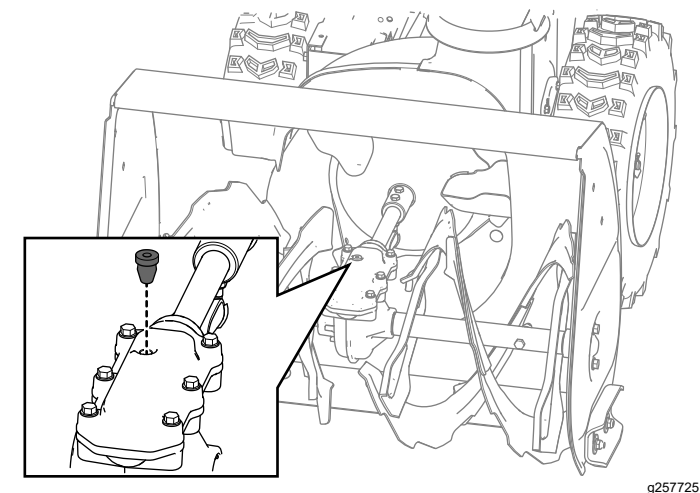

Figura 30
- 2. Limpie la zona alrededor del tapón y retire el tapón de la caja de engranajes (Figura 30).